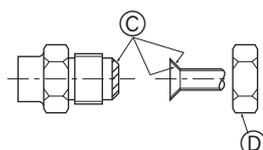

Fig. 5-6
(A) (Fig. 5-6)
(B) (Fig. 5-6)
5.5. Forbindelsesrør (Fig. 5-6)
- Kom et tyndt lag køleolie på rør og samlingsoverflade, før stramning af brystmøtrikken. (A)
- Anvend til skrueøgler til at spænde rørforbindingerne. (B)
- Påfør kølemaskineolie på hele opkravningsstedets overflade. (C)
- Brug omløbermøtrikkerne på følgende måde. (D)